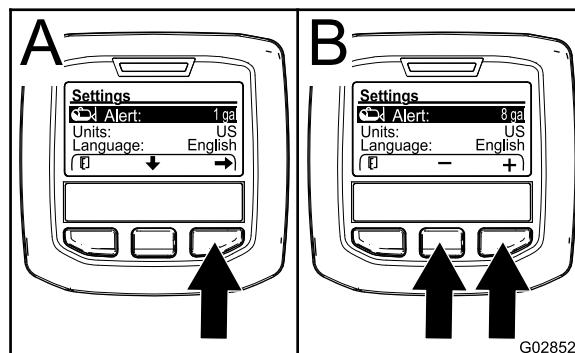

Figura 70
- Carregue no botão de seleção central para realçar a definição de alerta (Figura 70).
- Pressione o botão de seleção direito (Figura 70).
quando o alerta é mostrado durante a operação do pulverizador (Figura 70).